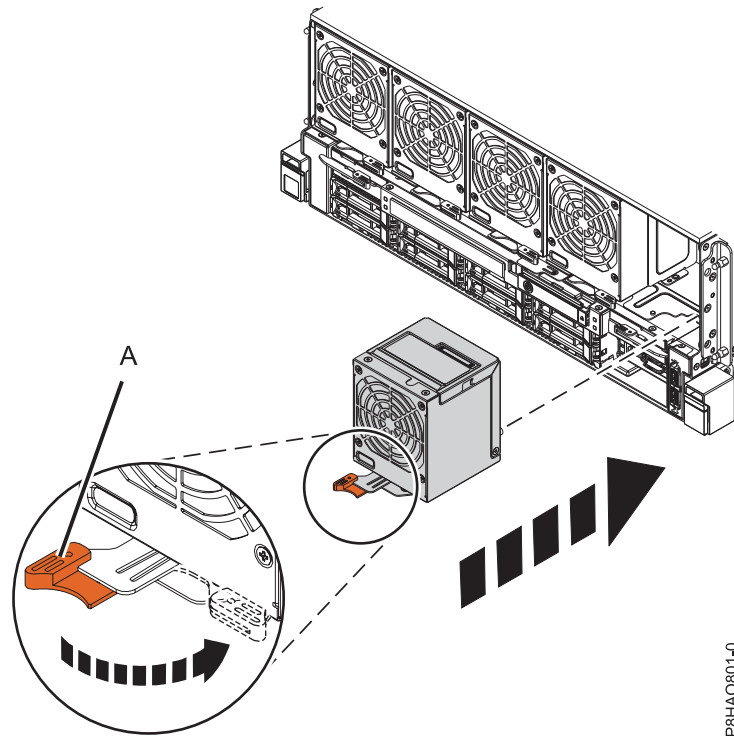

Figure 3. Remplacement d'un ventilateur avant dans le système
2. Vérifiez que la poignée du ventilateur (A) est en position ouverte, comme illustré dans la figure 3, à la page 5.
3. Tout en soutenant le bas du ventilateur à l'aide de votre main, alignez le ventilateur avec son emplacement et faites-le glisser dans le système. Voir figure 3.
4. Faites pivoter la poignée du ventilateur (A) dans le sens indiqué et appuyez dessus jusqu'à ce que le taquet se bloque. Voir figure 3.